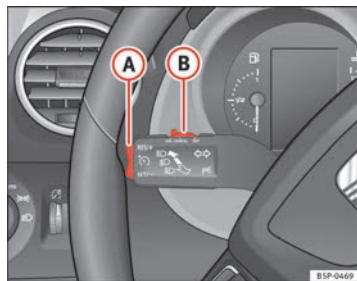

Fig. 151 Palanca de intermitentes y de luz de carretera: conmutador y tecla basculante para el regulador de velocidad
- Mueva el mando ⇒ fig. 151 **(B)** hacia la izquierda hasta la posición **ON**.